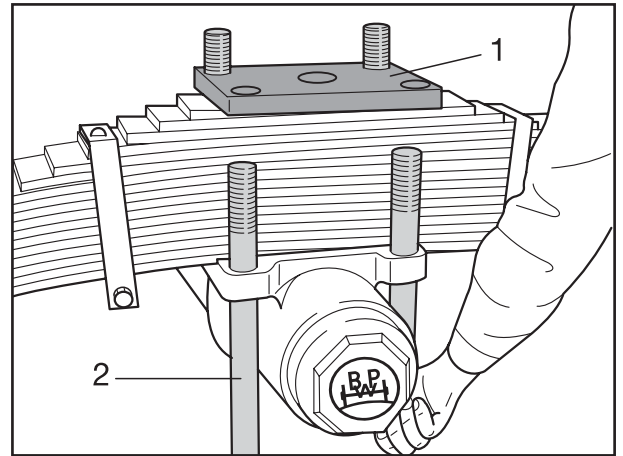

Fig. 1
- [2] Muttern der Federbügel (Fig. 1/2) abschrauben,
Platte (Fig. 1/1) und Federbügel abnehmen.
- [2] Unscrew the nuts of the trunnion U-bolts (Fig. 1/2) and remove the bolts and the top-plate (Fig. 1/1).
- [2] Dévisser les écrous (fig. 1/2) des brides de ressort. Enlever la plaque (fig. 1/1) et la bride de ressort.